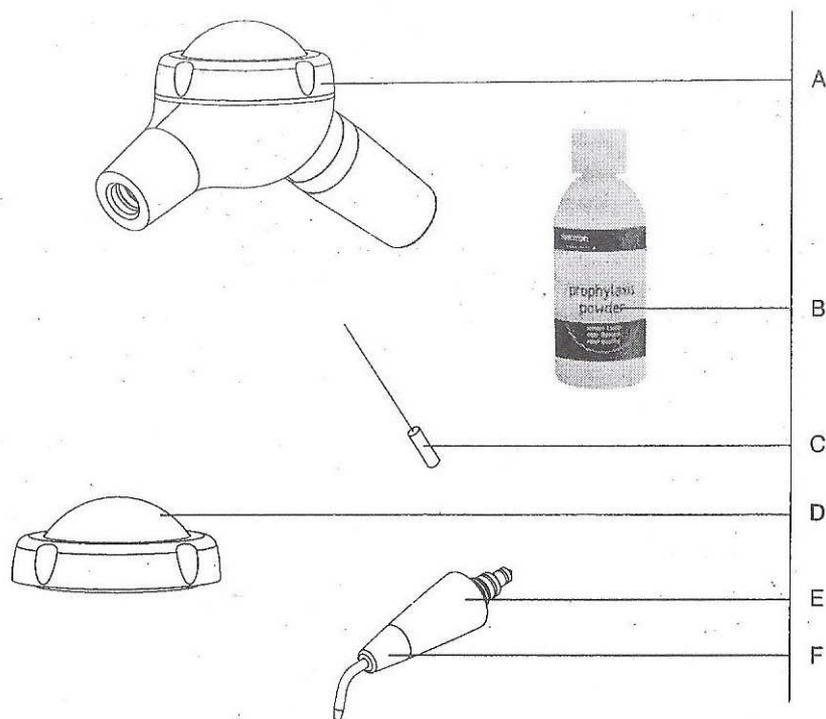
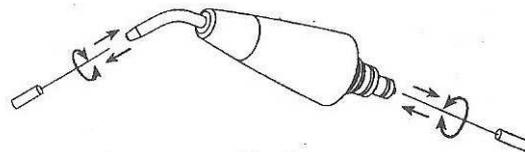

Fig. 2
Fig. 5
2.- Usar la aguja de limpieza suministrada con el aparato para liberar el canal de posibles residuos de polvo (Fig. 2 – Ref. C). Llevando a cabo los movimientos (Fig. 5) indicados. Soplar aire comprimido dentro del agujero central del terminal en ambos extremos, usando la jeringa.
ATENCIÓN: Limpiar el canal de la aguja usando sólo la aguja de limpieza suministrada (Fig. 2 – Ref. D).
- 1.- Cabezal de la pieza de mano (Fig. 2 – Ref. E).
- 2.- Aguja para limpiar el terminal frontal del pulidor (Fig. 2 – Ref. C).
- 2.- Quitar todo tipo de residuos que hayan podido quedar en el canal usando las agujas de limpieza incluidas en la dotación (Fig. 2- Ref. C) según los pasos indicados (Fig. 5). Soplar aire comprimido dentro del agujero central del terminal desde los dos lados con una jeringa.
ATENCIÓN: Usar sólo la aguja de limpieza suministrada con el aparato para limpiar el canal de la aguja (Fig. 2 – Ref. C).
1.- Si el paso de aire en el terminal frontal se obstruye, es suficiente con enchufar el aparato durante unos segundos y usar las agujas incluidas en la dotación (Fig. 5) para quitar cualquier residuo de polvo.